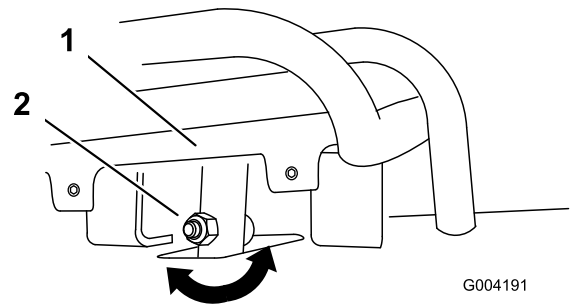
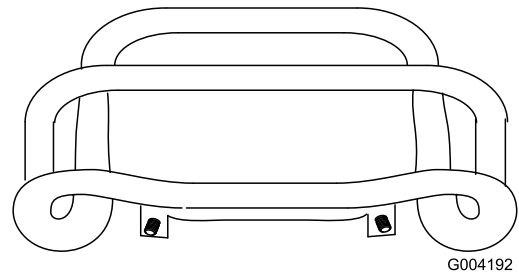

Figura 61
Figura 62
4. Si la parte delantera del control de tracción no queda enrasada con y paralela a la barra de referencia, afloje la tuerca con arandela prensada y el perno del tubo del control de tracción (Figura 61).
5. Ajuste el control de tracción hasta que quede enrasado con la barra de referencia al tirar de él hacia atrás del todo (Figura 61 y Figura 62).